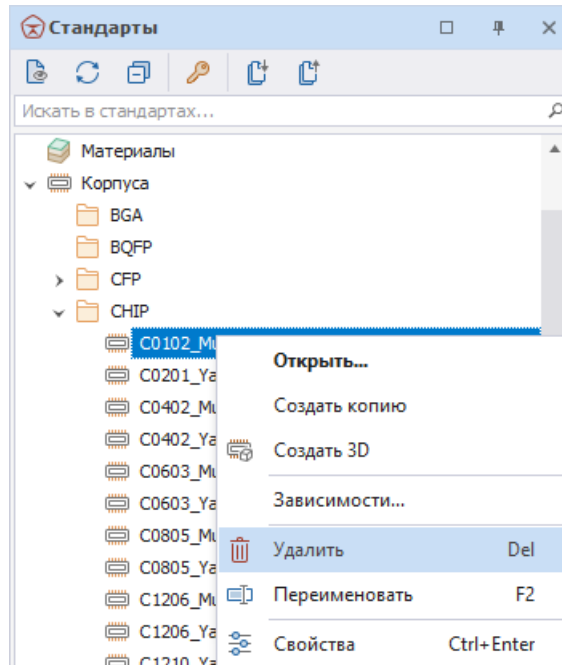

Рис. 87 Удаление корпуса
1. Выберите требуемый корпус в дереве узла «Корпуса» и в контекстном меню выберите пункт «Удалить» или воспользуйтесь горячей клавишей Delete, Рис. 87.